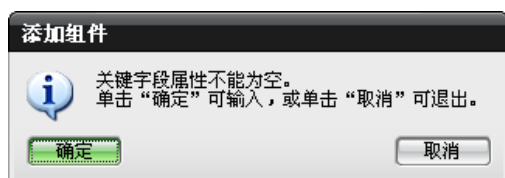

图 9-59 【添加组件】对话框
(2) 单击【确定】按钮，就可以将这个组件添加进物料清单中。如果这个组件不具有一些关键属性，例如 CATALOG/SIZE，那么系统会激活对应的单元格，可以输入该组件的相关信息。如果不输入这些信息，系统将弹出如图 9-59 所示的【添加组件】对话框。